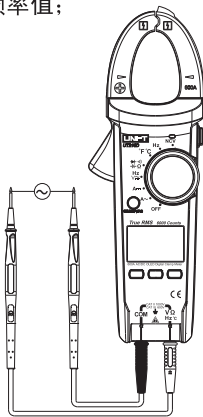

图11
**10. 频率测量 (如图11)****(1) 插入表笔**